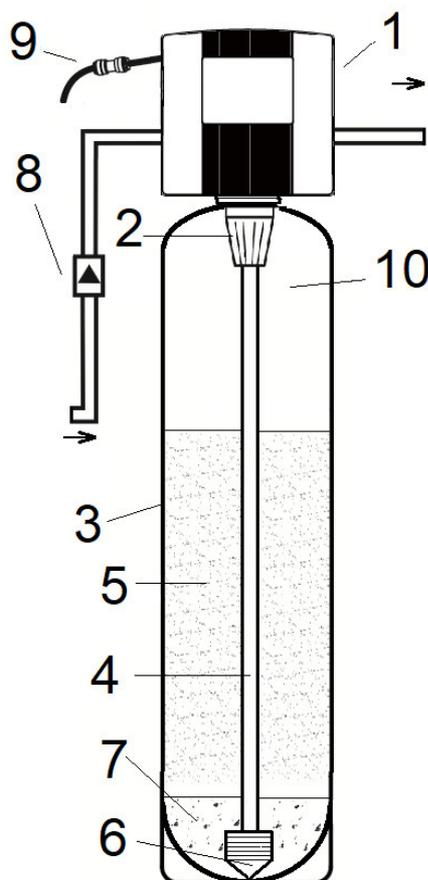
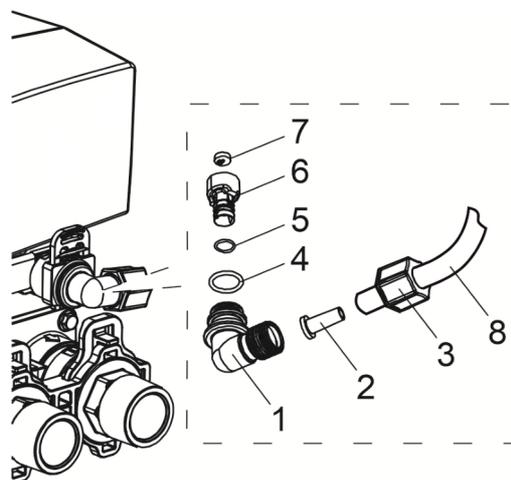

Рис.2
Рис. 7
7.1 В состав фильтра-обезжелезивателя с воздушной подушкой входит (см. Рисунок 2):
9.12 Клапан управления фильтра-обезжелезивателя с воздушной подушкой поставляется со стандартным 3/8" реагентным уголком для заполнения фильтра воздухом (см. Рисунок 7), к которому легко присоединяется обратный клапан 3/8" через гибкую трубку 3/8". Для присоединения линии подачи воздуха ориентируйте реагентный фитинг в нужном направлении; наденьте гайку (3) на 3/8" трубку (8); вставьте пластиковую вставку (2) в 3/8" трубку (8); после этого вставьте 3/8" трубку (8) до упора в 3/8" уголок (1) и тщательно затяните гайку (3) для того, чтобы соединение было герметичным. Убедитесь, что трубка надежно закреплена в уголке. Затем в 3/8" гибкую трубку врежьте 3/8" обратный клапан. Для этого разрежьте трубку строго под прямым углом и вставьте трубку в 3/8" обратный клапан. Ориентируйте 3/8" обратный клапан (см. Рисунок 2, поз. 9) таким образом, чтобы стрелка на нем была направлена в сторону клапана управления.